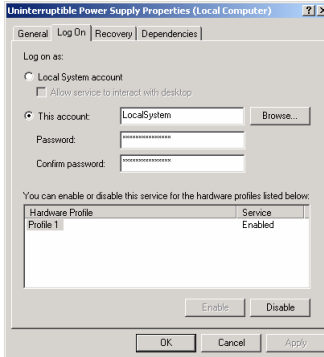

Figura 12 Finestra delle proprietà di UPS
6. Fare clic sulla scheda **Log On** (Accesso), compare Figura 12.